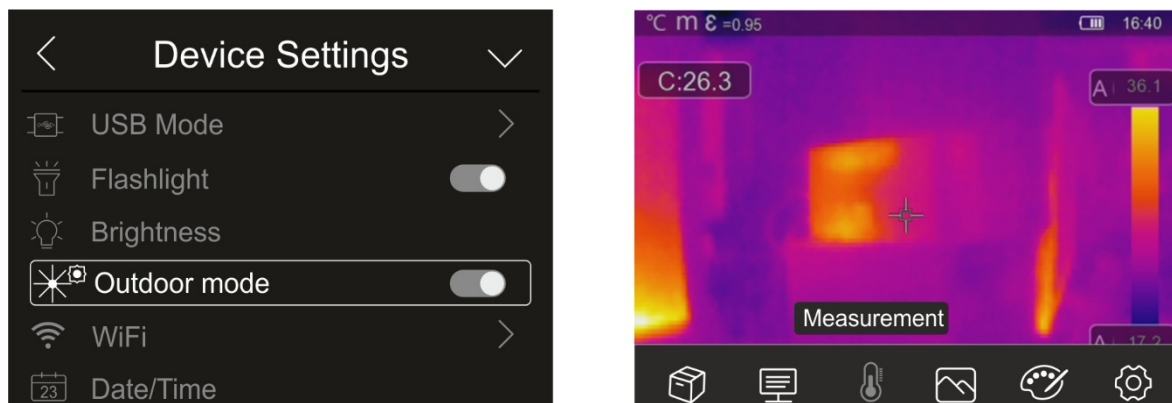

Fig. 16: Activation of the outdoor mode
1. Toucher l'élément « Mode Externe » pour sélectionner/supprimer la visualisation des icônes présentes dans la barre inférieure de l'écran avec des couleurs inversées afin d'améliorer la visibilité dans l'environnement externe. L'écran de la Fig. 16 - côté droit est affiché